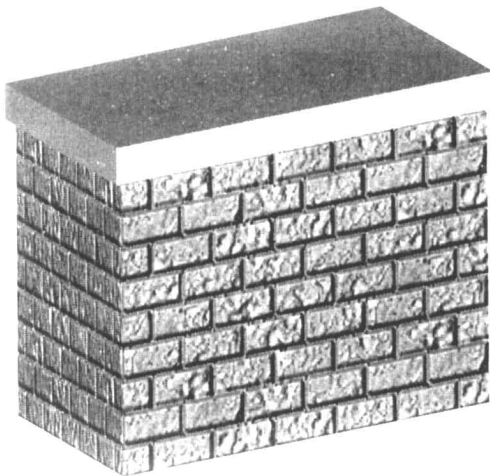

图 7-53
- Bumps Maps（凹凸贴图） 凹凸贴图是一种覆盖在材质图上用于创建浮雕或崎岖不平效果的位图文件。凹凸贴图有与纹理贴图相类似的图案，但凹凸贴图有各种颜色（通常较明亮），并能稍微偏移以增强其突出效果，见图 7-53。凹凸贴图通过一个特殊的 RMAT属性——Bump Map属性来定义。为加强效果，还必须定义一个与之相对应的纹理贴图。